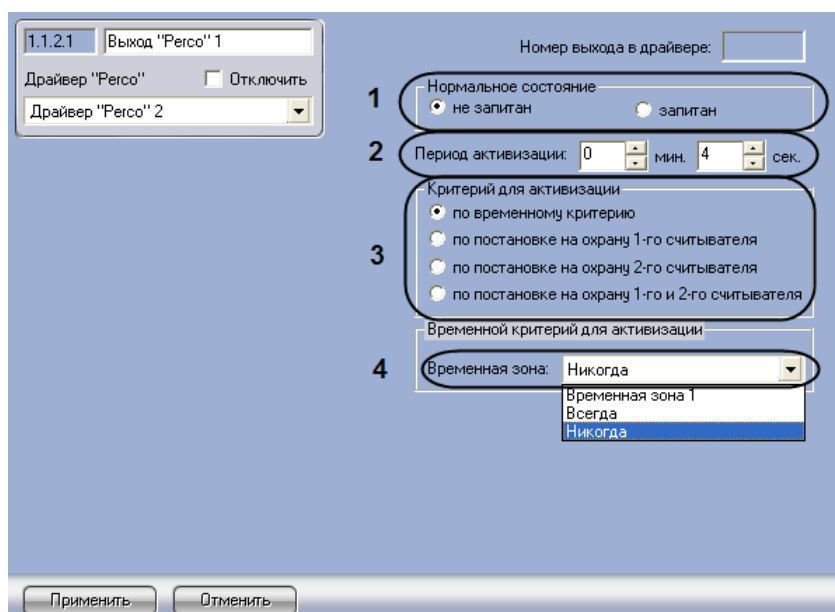

Рис. 3.8—2. Настройка выхода *Perco*
2. Выбрать состояние выхода при отсутствии управляющих воздействий, то есть до момента подачи управляющего сигнала, установив переключатель **Нормальное состояние** в положение **не запитан**, если питания на выходе быть не должно, или в положение **запитан**, если питание на выходе должно быть (см. Рис. 3.8—2, 1).
3. Установить промежуток времени, в течение которого при наличии активизирующего управляющего воздействия релейный выход меняет свое состояние из нормального в противоположное, в полях **Период активизации** с помощью кнопок **вверх-вниз**(см. Рис. 3.8—2, 2). Диапазон допустимых значений – от 00 мин. 00 сек. до 07 мин. 56 сек.